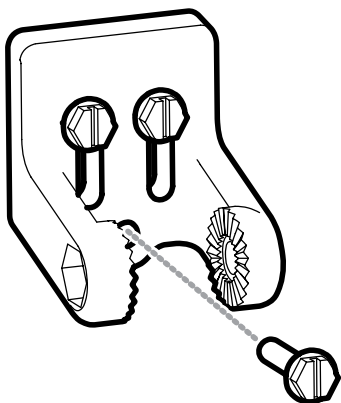

Рис.27
8. Снова расположите кронштейн датчика против стенки транца, затем вручную вставьте и наживите все три болта. Не изменяйте позицию датчика. Полностью закрутите все три крепежных винта (Рисунок 27). Только ручная затяжка! Вставьте датчик в крепежный кронштейн, убедившись, что храповики находятся в той же позиции, что и прежде. (Смотрите рисунки 18a-18d и рисунки 21-22). Если Вы провели все операции правильно, то датчик должен быть выровнен по уровню и высоте для наилучшей эффективности работы.